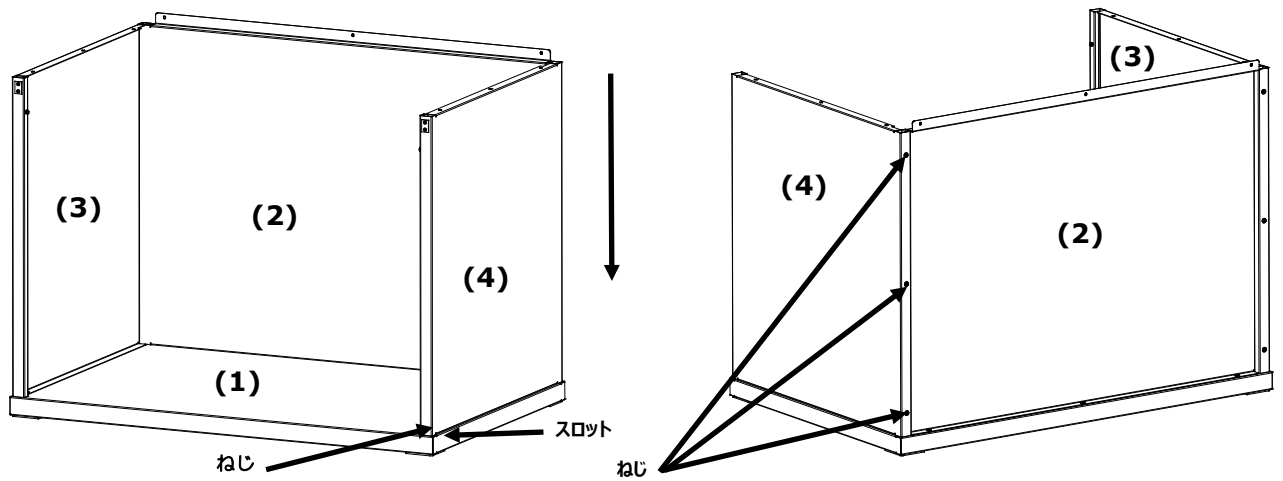

図 4：右パネルを背面および底面パネルに挿入した状態
5. 右パネル (4) の滑らかな面を、背面パネル (2) 上部端の上にセットします。
6. 右パネル (4) 前方のタブが底パネル (1) に挿入するまで、右パネル (4) を下向きにインタロックチャネルにそってスライドします。図 4 の様に、右パネル (4) を底パネルと背面パネルに 4 本のねじで固定します。